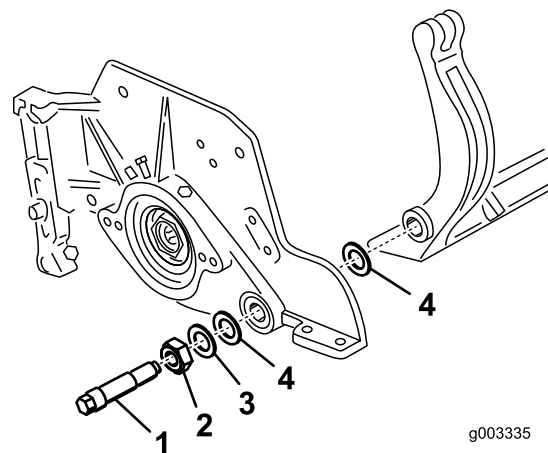
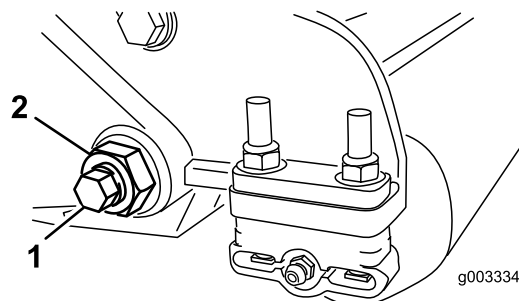

図 31
図 30
- ベッドバー・ボルト（図 30）を固定しているロックナット（機体両側）をゆるめる。
- 各ベッドバー・ボルトを抜いて、ベッドバーを下に引き抜いて外す（図 30）。ベッドバーの両端にナイロン・ワッシャとスチール・ワッシャが2枚ずつあるので注意する（図 31）。
- ベッド・バー・ボルト（とボルトについているナット）とワッシャ6枚で、ベッド・バーを各サイド・プレートに固定する。ナイロン・ワッシャはサイド・プレートの両側のボスに嵌め込む。その外側からスチール製ワッシャを取り付ける（図 31）。ベッドバー・ボルトを3.7～4.5 kg.m にトルク締めし、外側のスチール製ワッシャの遊びがなくなって回らなくなっているが、サイドプレートを変形させるほどには締めすぎない程度に、ロックナットを締め付ける。内側のワッシャには遊びがあってよい。